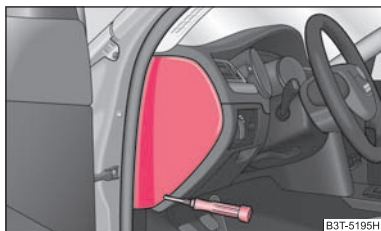
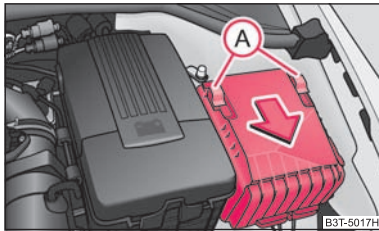

Fig. 205 Capacul suportului de siguranțe: **Tabloul de bord, lateral**
Fig. 206 Capacul cutiei de siguranțe din compartimentul motorului
- Îndepărtați capacul de siguranță de pe lateralul tabloului de bord cu ajutorul unei șurubelnițe ⇒ **fig. 205**, respectiv capacul cutiei cu siguranțe din compartimentul motorului ⇒ **pagina 245, fig. 206**.
- Deplasați mânerul de siguranță (A) ⇒ fig. 206 până la limită, în spatele mânerului de siguranță apare simbolul ; scoateți capacul.